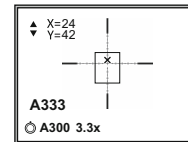

Fig.5
10) Faites déplacer, moyennant la rotation de bouton de commande, la croix auxiliaire par rapport au réticule jusqu'à ce que la croix auxiliaire ne se confonde avec le point d'impact (Fig. 5).